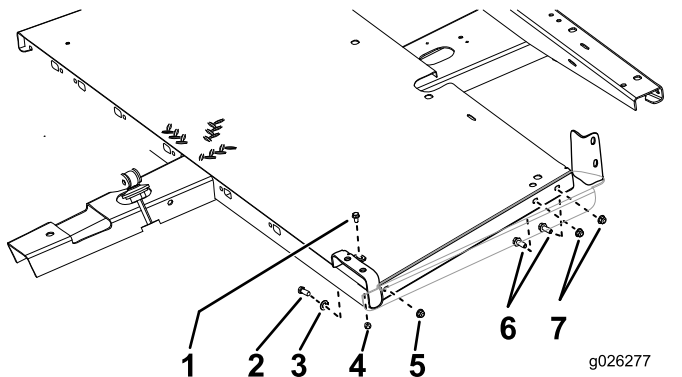

Figura 4
1. Sujete los paneles de suelo al bastidor según se muestra en Figura 4.